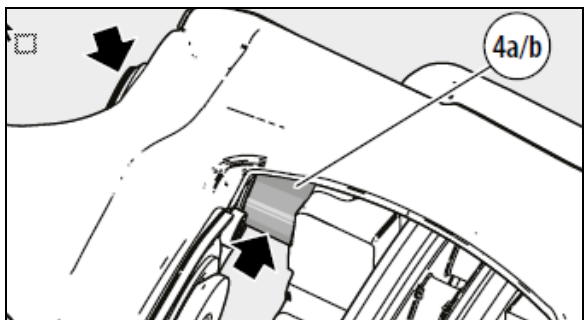

Figure 41: ÉLIMINER la poussière de la douille de guidage
5. Pousser l'étrier vers le centre du véhicule (voir Figure 41).